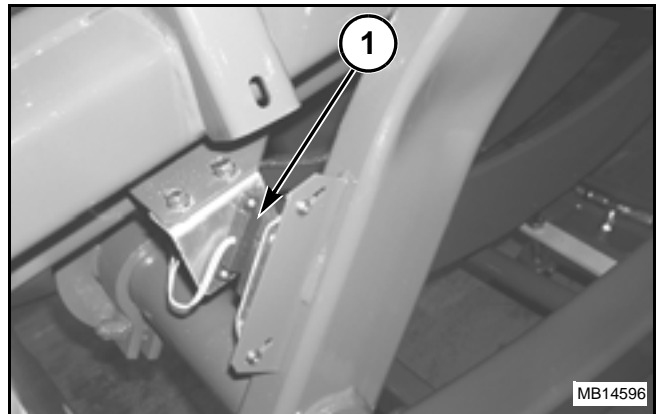

FIG. 38
FIG. 38: El interruptor principal de agujas (1) está ubicado en el bastidor del enfardador junto al brazo del portador de agujas del lado derecho. Cada vez que el portador de agujas termina un ciclo, el interruptor principal de agujas envía una señal para aumentar el conteo de fardos.